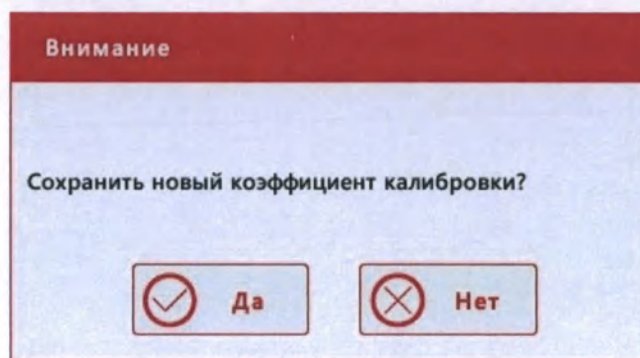

Рис.8.3-7 Информационное окно с сообщением о сохранении результатов калибровки
- Если новые калибровочные коэффициенты каждого из параметров находятся в пределах допустимого диапазона 75.00% ~ 125.00%, и если CV% каждого из параметров находится в пределах своего допустимого диапазона воспроизводимости (Таблица 14), то для всех калибруемых параметров новые рассчитанные факторы калибровки могут быть сохранены, и при выходе из меню калибровки появится окно с сообщением (Рис.8.3-7):
Если новые факторы действительны, но ещё не сохранены, при нажатии «Печать» появится диалоговое окно с предложением сохранить новые факторы (Рис.8.3-7). Нажмите «Да» для сохранения и печати факторов, или нажмите «Нет» для отмены операции печати и сохранения коэффициентов калибровки.